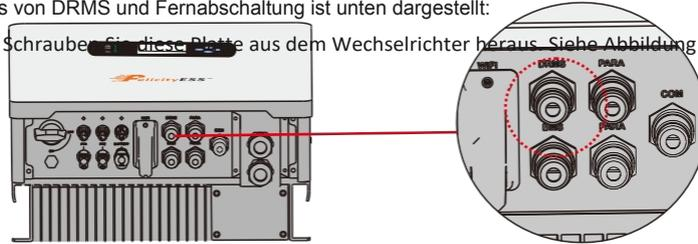

Abbildung 4.6-1 DRMS-Schnittstelle
Schritt 1. Schrauben Sie diese Platte aus dem Wechselrichter heraus. Siehe Abbildung 4.6-1.